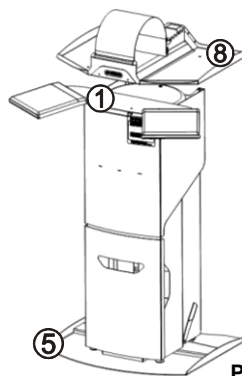

Рис.4
Выкрутить 4 винта и снять поддон (4) с верха УПЗ. Установить Упор и вкрутить этими же винтами ВМУ 1.0 ТЕЙБЛ (8), рис.4.